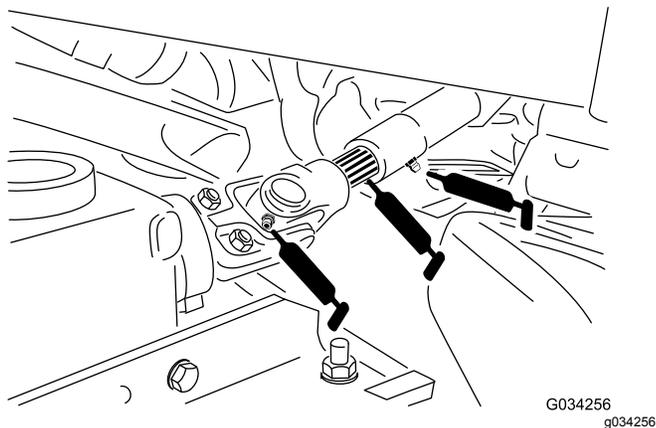

Рисунок 37
- Карданный вал механизма отбора мощности (Рисунок 37)